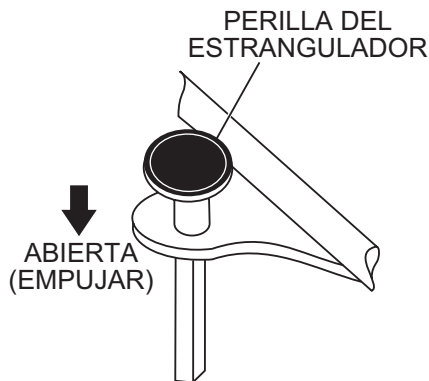

Figura 17. Perilla del estrangulador (posición abierta)
- Una vez que haya arrancado el motor y se haya calentado, ponga la palanca del estrangulador (Figura 17) en la posición **ABIERTA**.